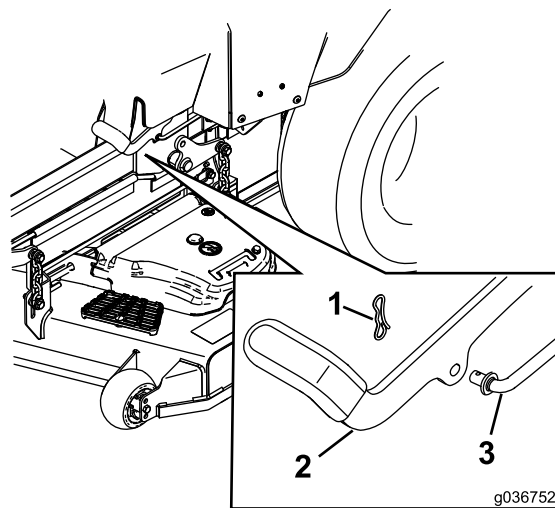

Bild 61
6. Falls eine Einstellung erforderlich ist, lösen Sie die Feststellbremse. Nehmen Sie den Splint aus der Bremsgestängewelle heraus (Bild 61).